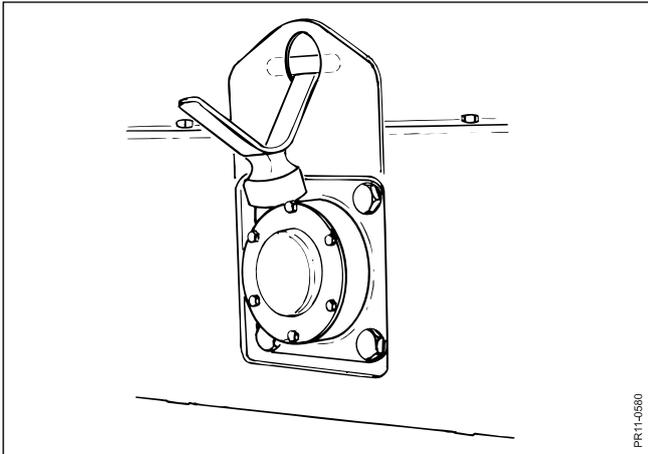

Fig. 9.1
- Fig. 9.1** Para limpiar el interior del receptáculo, saque el tornillo de drenaje. Incline la máquina hacia atrás. Si se guarda la máquina a la intemperie, déjela sin el tornillo de drenaje puesto, para evitar que se junte agua de lluvia en el receptáculo.